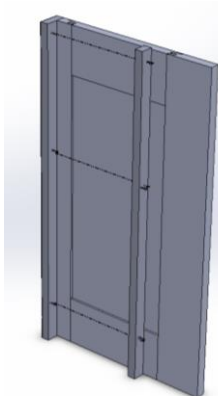

Рис. 36
- шурупами 4x30 соединить вертикальную планку и боковой дистанциатор (Рис. 36)